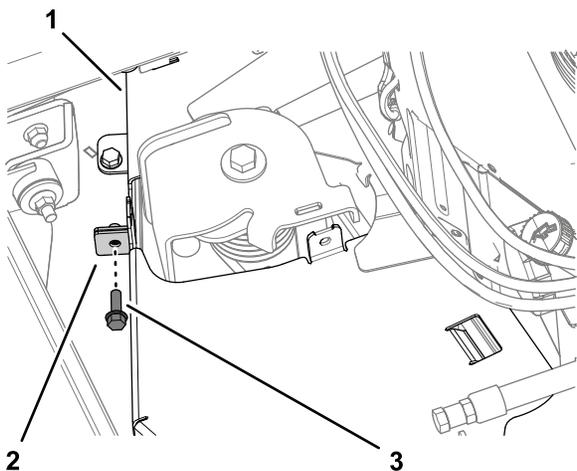

Рисунок 35
2. Отверните болт, который крепит фланцы крышки ремня, как показано на Рисунок 35.